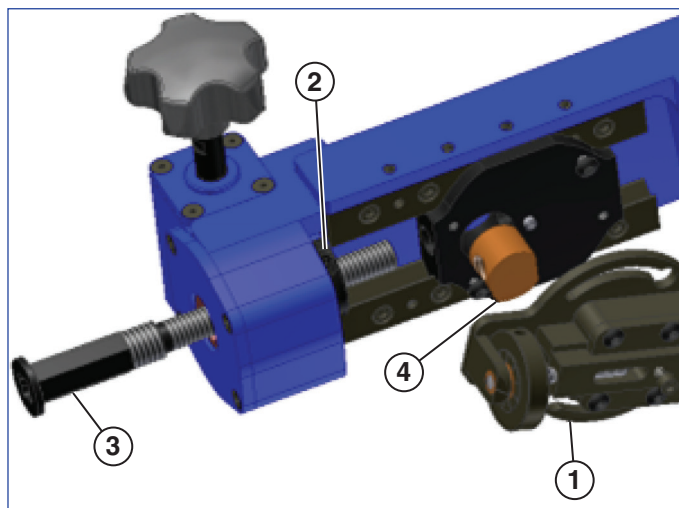

Figura 6
4. Con il Quick Face sono fornite due vite di alimentazione. Se la finitura superficiale desiderata è di 125 - 250 micropollici (3,18 - 6,35 mm), usare la vite di alimentazione 1/2 - 11. Se la finitura superficiale desiderata è di 60 - 100 micropollici (1,52 - 2,54 mm), usare la vite di alimentazione 1/2 - 20. Vedere la Figura 6.